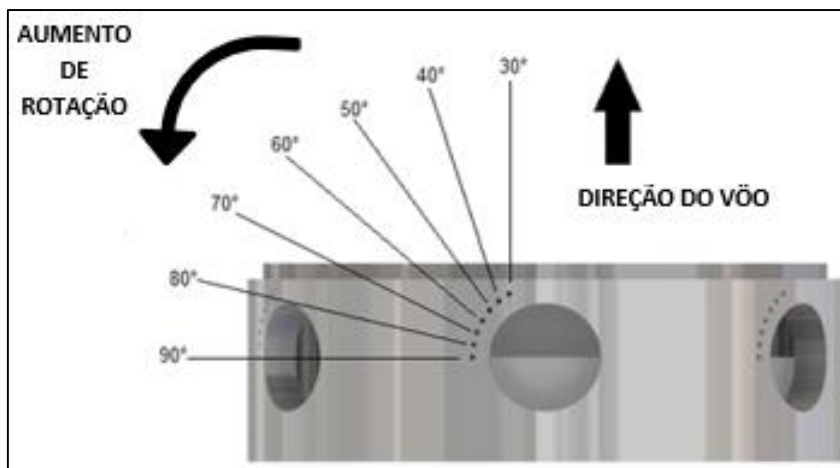

Figura 02: representação da regulagem das pás da hélice.
- a) Pás de Hélice: as pás da hélice têm o passo variável e podem ser ajustadas/reguladas de acordo com a necessidade do piloto (figura 02). Quanto maior o ângulo de ataque, maior será a rotação das pás e, conseqüentemente, aumentará a pressão da bomba.